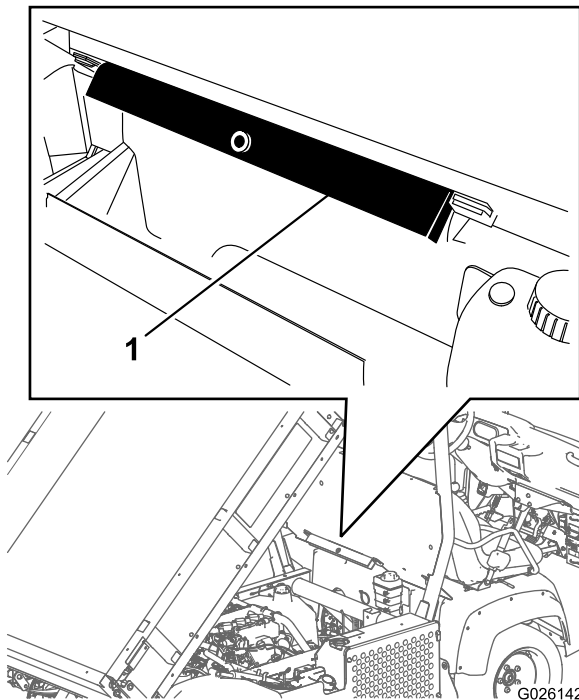

Figure 30
2. Sortez la béquille de sécurité des supports de rangement au dos du panneau du système ROPS (Figure 30).